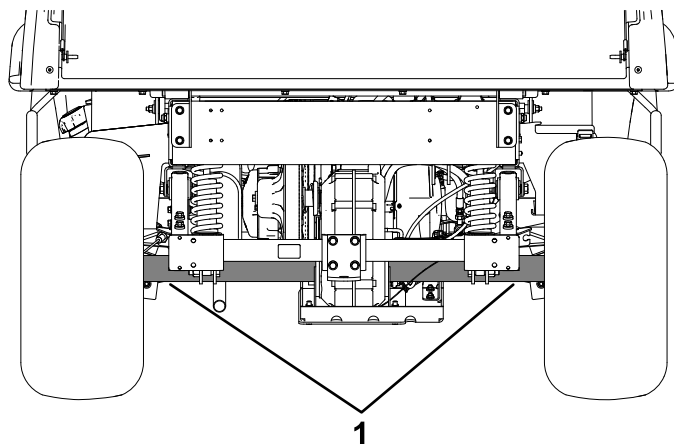

図 27
- ・ 車体後部のジャッキアップポイントはアクスルチューブの下側です 図 27。